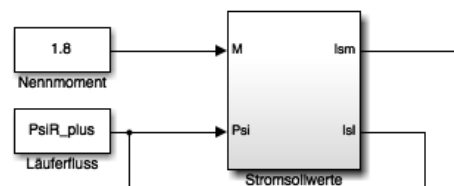

Fig. 1. Aufbau der Simulation zur Bestimmung des Reibkoeffizient
a) *Anpassung der Simulation*: Im ersten Schritt muss der Momentregler vom Rest der Simulation getrennt werden und durch den konstanten Nennmoment ersetzt werden, dies ist in Figure 1 zu sehen.